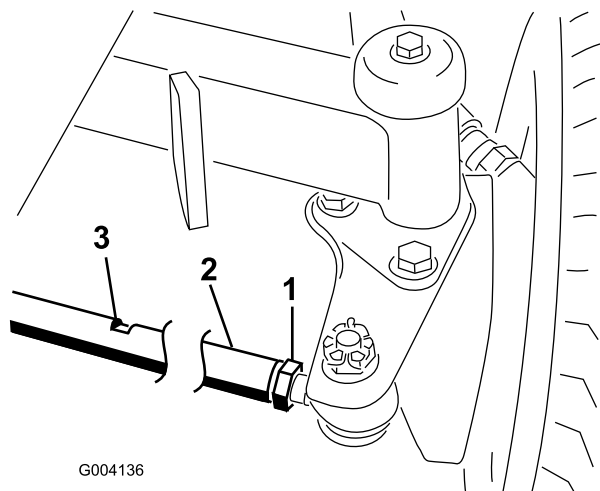

Figura 62
2. Desaperte a porca de bloqueio em cada extremidade da barra de direção (Figura 62).